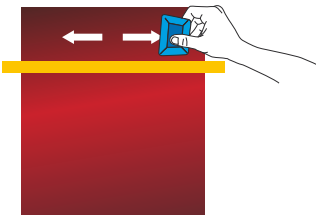

Abbildung 07
- › Die Verklebung der Folie mit einer Rakel beginnen, die zuvor mit Filz bezogen wurde. Rakel in einem Winkel von 45° halten und von der Mitte her in Richtung Ränder ziehen. (Abb. 07)